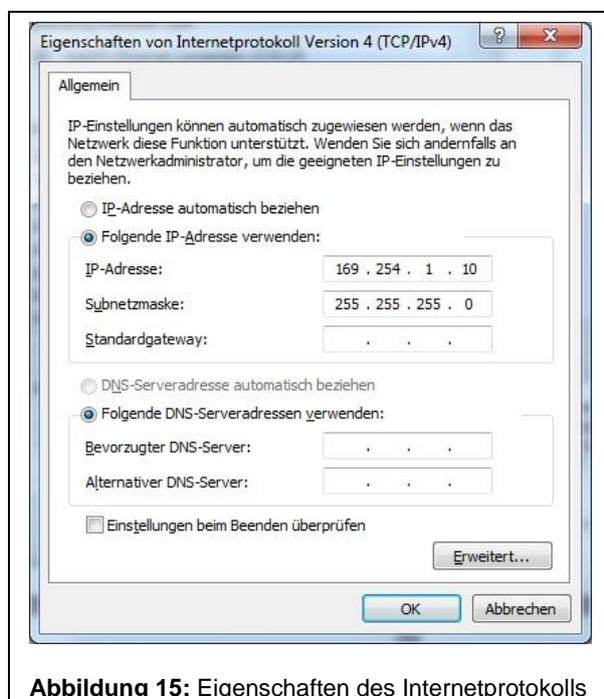

Abbildung 15: Eigenschaften des Internetprotokolls
5. Tragen Sie die in Abb. 15 gezeigten Parameter ein und bestätigen Sie Ihre Auswahl mit „OK“.